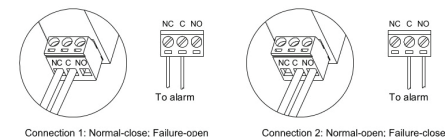

Рис. 4. Схема подключения тревожного выхода
- Разъем для подсоединения тревожного выхода расположен в нижней части УЗИП. Для подсоединения тревожного выхода отсоедините разъем, вставьте провода в соответствующие отверстия, затяните винты и верните разъем в исходное положение (Рис. 4).